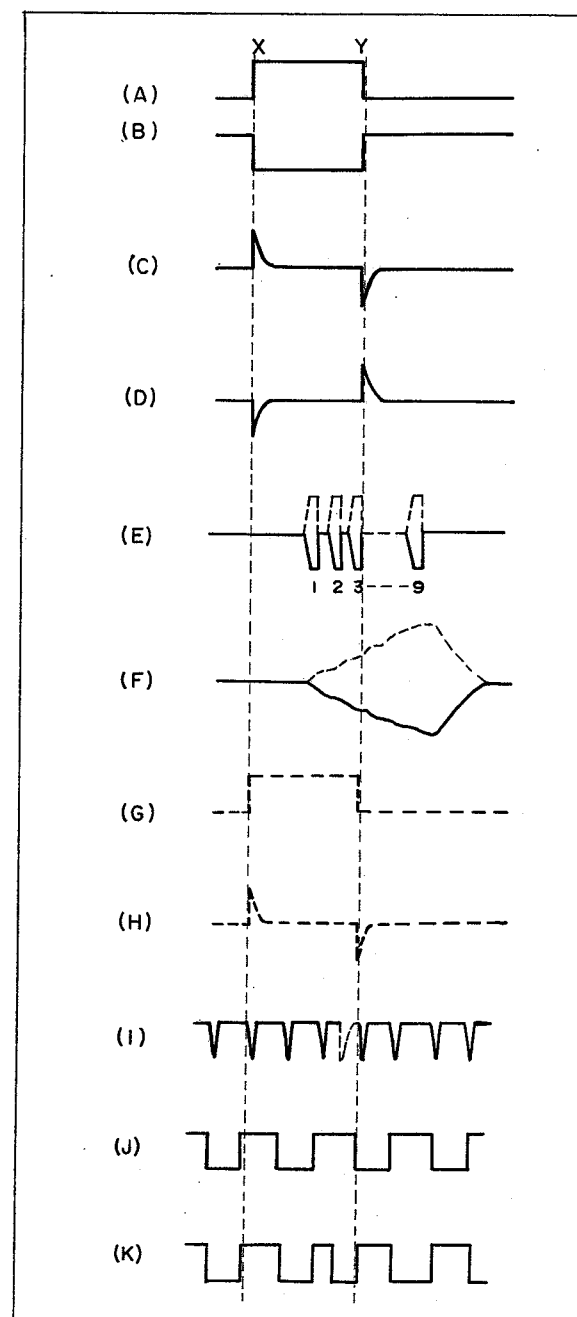
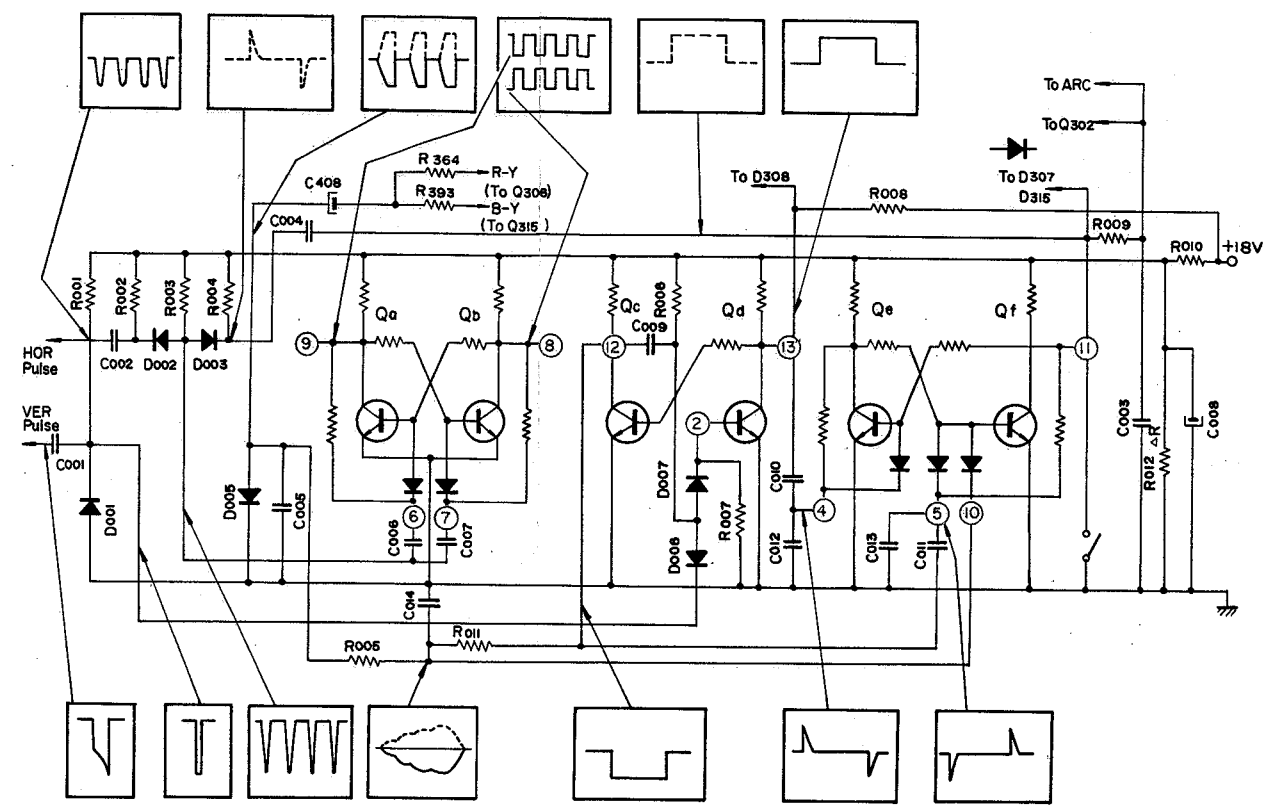

Fig. 1-3.
Fig. 1-4.
- une bascule commandant les diodes de blocage (killer) des circuits couleur (voir figure 1-4).
L'impulsion de balayage horizontal, issue de HOT, est mise en forme par la capacité C002, la résistance R002 et la diode D002, et est transmise aux bases des transistors Qa et Qb; aux collecteurs ⑧ et ⑨ des transistors Qa et Qb, on obtient alors les impulsions de commutation telles qu'elles figurent figure 1-3 (J), et qui sont destinées aux diodes de commutation D305, D306, D313 et D314. Les impulsions de commutation fournissent donc le signal couleur directe et le signal couleur retardé de 1-H aux discriminateurs R-Y et B-Y par ordre correct.
IC component employed for the colour-identification circuit is consisting of three circuits; flip-flop circuit for operating switching diodes, delay multivibrator circuit for vertical pulse shaper and flip-flop circuit for operating colour killer diodes. (Refer to Fig. 1-4.)
The horizontal pulse from HOT is waveshaped by C002, R002 and D002, and is supplied to the bases of Qa and Qb. At the collectors ⑧ and ⑨ of Qa and Qb, the switching pulses shown in Fig. 1-3 (J) appear, and are supplied to the switching diodes D305, D306, D313 and D314 respectively. Thus the switching pulses supply the direct colour signal and the 1-H delayed colour signal to each R-Y and B-Y discriminator in right order.
Le circuit du multivibrateur de retard est déclenché par le front de l'impulsion verticale, provenant du VOT, qui est mis en forme par la capacité C001 et la diode D001. On obtient aux points ⑫ et ⑬ l'impulsion retardée par la constante de temps engendrée par la capacité C009 et la résistance R006, dont la forme est représentée en figures 1-3(B) et 1-3(A). Ces impulsions sont transmises aux bases des transistors Qe et Qf comme impulsion de porte après différenciation; l'impulsion positive (voir figure 1-3(A)) est fournie au collecteur du transistor Q307 (ACC-2) par l'intermédiaire de la diode D308. Celle-ci commande l'ampli chrominance de manière qu'il ne coupe pas les signaux d'identification de couleur, lorsque le potentiomètre de réglage de couleur est actionné contre le sens des aiguilles d'une montre. La largeur de l'impulsion est déterminée de telle façon que le circuit de chrominance n'agit que durant les intervalles de suppression de balayage vertical, et la durée de la descente de l'impulsion doit être finie lorsque le signal d'identification de couleur est délivrée à la base.
Delay multivibrator circuit is triggered by the leading edge of the vertical pulse from VOT which is waveshaped by C001 and D001. At terminals ⑫ and ⑬, the pulse delayed by the time constant that is the product of C009 and R006 is obtained as shown in Figs. 1-3 (A) and 1-3 (B). These pulses are supplied to the bases of Qe and Qf as a gate pulse after differentiation, and positive pulse in Fig. 1-3 (A) is also supplied to the collector of Q307 (ACC-2) through D308. It operates the chroma amplifier not to cut off colour-identification signal, when the colour control is turned counterclockwise. The pulse width is determined so that the chroma circuit is operated during only the vertical blanking interval, and the decay time of the pulse should be finished while the colour-identification signal is supplied to the base.
When the negative pulse is supplied to the cathode of D006, D006 conducts and the base voltage of Qd is lowered. Qd is cut off and high collector voltage is obtained. Qc is turned ON, and C009 is charged through R006. Thus the base voltage of Qd rises slowly by the time constant of R006 and C009, and then Qd is turned ON. Thus the pulse, whose width is determined by the time constant of R009 and C009, is obtained at terminals ⑫ and ⑬ as illustrated in Fig. 1-4. These pulses are differentiated and supplied to the bases of Qe and Qf respectively to turn ON or OFF the killer diodes. Transistor Qe turns ON, only when the negative pulse is supplied to the base of Qf. Pulses at terminals ⑫ and ⑬ are the same in their rise times and have opposite polarities. Therefore, the negative differentiated pulses at terminals ④ and ⑤ have some time
Le circuit du multivibrateur de retard est déclenché par le front de l'impulsion verticale, provenant du VOT, qui est mis en forme par la capacité C001 et la diode D001. On obtient aux points ⑫ et ⑬ l'impulsion retardée par la constante de temps engendrée par la capacité C009 et la résistance R006, dont la forme est représentée en figures 1-3(B) et 1-3(A). Ces impulsions sont transmises aux bases des transistors Qe et Qf comme impulsion de porte après différentiation; l'impulsion positive (voir figure 1-3(A)) est fournie au collecteur du transistor Q307 (ACC-2) par l'intermédiaire de la diode D308. Celle-ci commande l'ampli chrominance de manière qu'il ne coupe pas les signaux d'identification de couleur, lorsque le potentiomètre de réglage de couleur est actionné contre le sens des aiguilles d'une montre. La largeur de l'impulsion est déterminée de telle façon que le circuit de chrominance n'agit que durant les intervalles de suppression de balayage vertical, et la durée de la descente de l'impulsion doit être finie lorsque le signal d'identification de couleur est délivrée à la base.
Lorsqu'une impulsion négative apparaît aux bornes de la diode D006, elle est en fonction, et la tension de la base du transistor Qd diminue. Qd est coupé et l'on obtient une tension du collecteur élevée. Qc est mis en conduction et la capacité C009 se charge à travers la résistance R006. La tension de la base du transistor Qd augmente lentement en fonction de la constante de temps déterminée par la résistance R006 et la capacité C009 et Qd devient conducteur. L'impulsion (dont la largeur est déterminée par la constante de temps fournie par la résistance R009 et la capacité C009) est obtenue aux points ⑫ et ⑬ ainsi que le montre la figure 1-4. Ces impulsions sont différenciées et transmises aux bases des transistors Qe et Qf pour allumer ou couper les diodes de blocage. Le transistor Qe ne devient conducteur uniquement que lorsqu'on applique une impulsion négative à la base du transistor Qf. Les impulsions délivrées aux points ⑬ et ⑫ ont les mêmes temps de montée et sont de phase inversée (polarité inversée). Donc, les impulsions négatives différenciées fournies aux points ④ et ⑤ peuvent présenter parfois quelques différences en temps. Les impulsions différentielles négatives produites au point X (figure 1-3) sont d'abord délivrées au point ⑤ et le transistor Qf est coupé. La tension au point ⑪ augmente. Etant donné que le point ⑪ est relié aux circuits de blocage de couleurs et à la base du transistor Q302, les diodes de blocage de couleurs (diodes killer) sont coupées et le signal de chrominance est délivré à l'amplificateur de chrominance. Ceci est réalisé durant l'intervalle de suppression du faisceau de balayage vertical, l'image de chrominance n'apparaît pas sur l'écran. En suite l'impulsion négative produite au point Y est délivrée au point ④, le transistor Qe est coupé et le transistor Qf est allumé. La tension en ⑪ décroît jusqu'à près de 0 volt et les diodes de blocage de couleurs sont en fonction. Ainsi seule une image en luminosité apparaît sur l'écran durant une émission en noir et blanc.
différences. The negative differentiated pulse produced at point X in Fig. 1-3 is first supplied to terminal ⑤, and Qf is cut off. The voltage at terminal ⑪ is increased. As the terminal ⑪ is connected to the colour killer circuit and also the base of Q302, the colour killer diodes are cut off and chrominance signal is supplied to the chroma amp. But this is done in the vertical blanking interval, colour picture does not appear on the screen. Next the negative pulse produced at point Y is supplied to terminal ④, and Qe is cut off and Qf is turned ON. Accordingly the voltage at terminal ⑪ is decreased to almost 0V, and colour killer diodes conduct. Thus only luminance image appears on the screen in black-and-white broadcasting.
Identification signals shown in Fig. 1-3 (E) are matrixed by R364 and R393, and is integrated by C005, R005 and C014. See Fig. 1-3 (F). It is supplied to terminal ⑩.
When R-Y and B-Y signals are supplied to each correct discriminator by Qa and Qb, each colour-identification signal is fed into a matrix with correct phase. At the same time the colour-identification signal with solid line as shown in Fig. 1-4 (correct polarity) is fed to terminal ⑩, the negative pulse produced at point Y is supplied to the base of Qe. Usually Qf turns ON as the collector voltage is decreased, but in this case the base voltage of Qf is forced to be decreased by the G-Y colour-identification signal and Qf is still remained in the cut-off condition. The collector voltage at Qf is not decreased and the colour killer diode does not conduct. Thus normal colour picture can be obtained on the screen.
When the switching diodes are operated by the colour-identification signal with incorrect polarity (positive) as shown by a dotted line in Fig. 1-3 (F), the diode connected to terminal ⑩ is cut off. When the pulse produced at point Y is supplied to terminal ④, Qf turns ON and the collector voltage of Qf is decreased to almost 0V. The colour killer diodes conduct and luminance image appears on only one field after pulse produced at point Y.
Les signaux d'identification, tels qu'ils se trouvent en figure 1-3(E), sont matricés par les résistances R364 et R393 et intégrés par le système constitué des capacités C005, C014 et de la résistance R005 (voir figure 1-3(F)). Ces signaux sont délivrés au point ⑩. Lorsque les signaux R-Y et B-Y sont fournis à chaque discriminateur correspondant par les transistors Qa et Qb, chaque signal d'identification de couleur est alimenté à une matrice en phase adéquate. En même temps, le signal d'identification de couleur (voir figure 1-4 en trait plein) (polarité correcte) est délivré au point ⑩ et l'impulsion négative déviée au point Y est fournie à la base du transistor Qe. En général Qf devient conducteur lorsque la tension du collecteur décroît, mais dans notre cas, la tension de la base du transistor Qf doit décroître à cause du signal d'identification de couleur G-Y et le transistor Qf est toujours maintenu dans l'état de blocage. La tension du collecteur du transistor Qf n'est pas diminuée et les diodes de blocage de couleurs (killer) ne fonctionnent pas. On obtient ainsi une image couleur normale sur l'écran.
Lorsque les diodes de commutation sont mises en fonctionnement par les signaux d'identification de couleur en raison d'une polarité non conforme (positive) (voir figure 1-3(F) en ligne pointillée), la diode reliée au point ⑩ est coupée.
Lorsque les impulsions produites au point Y sont délivrées au point ④, le transistor Qf devient conducteur et la tension de son collecteur décroît jusqu'à près de 0 volt. Les diodes de blocage (killer) de couleurs sont redevues conductrices et un seul champ de luminosité apparaît après l'impulsion produite au point Y. En ce cas, l'impulsion du point ⑪ (voir figure 1-3(G)) est différenciée par la capacité C004 et la résistance R004 (voir figure 1-3(H)) et est ajoutée à l'impulsion de déclenchement horizontal par l'intermédiaire de la diode D003. L'impulsion de commutation est soumise à l'inversion de sa phase due à cette impulsion ajoutée de déclenchement (figure 1-3(I)). Les diodes de blocage de couleurs (killer) sont coupées lorsque le signal d'identification de couleur suivant est délivré au point ⑩ et une image couleur peut être obtenue sur l'écran.
In this case the pulse at terminal ⑪ as shown in Fig. 1-3 (G) is differentiated by C004 and R004 as shown in Fig. 1-3 (H), and is added to the horizontal triggering pulse through D003. Thus, the switching pulse is reversed its polarity by this added triggering pulse in Fig. 1-3 (I). Thus the colour killer diodes are turned OFF when next identification signal is supplied to terminal ⑩ and colour picture can be obtained on the screen.